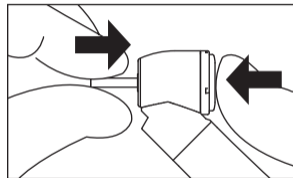

Fig. 4
- 1) Insérez la fraise jusqu'à ce qu'elle soit correctement positionnée. (Fig. 4)